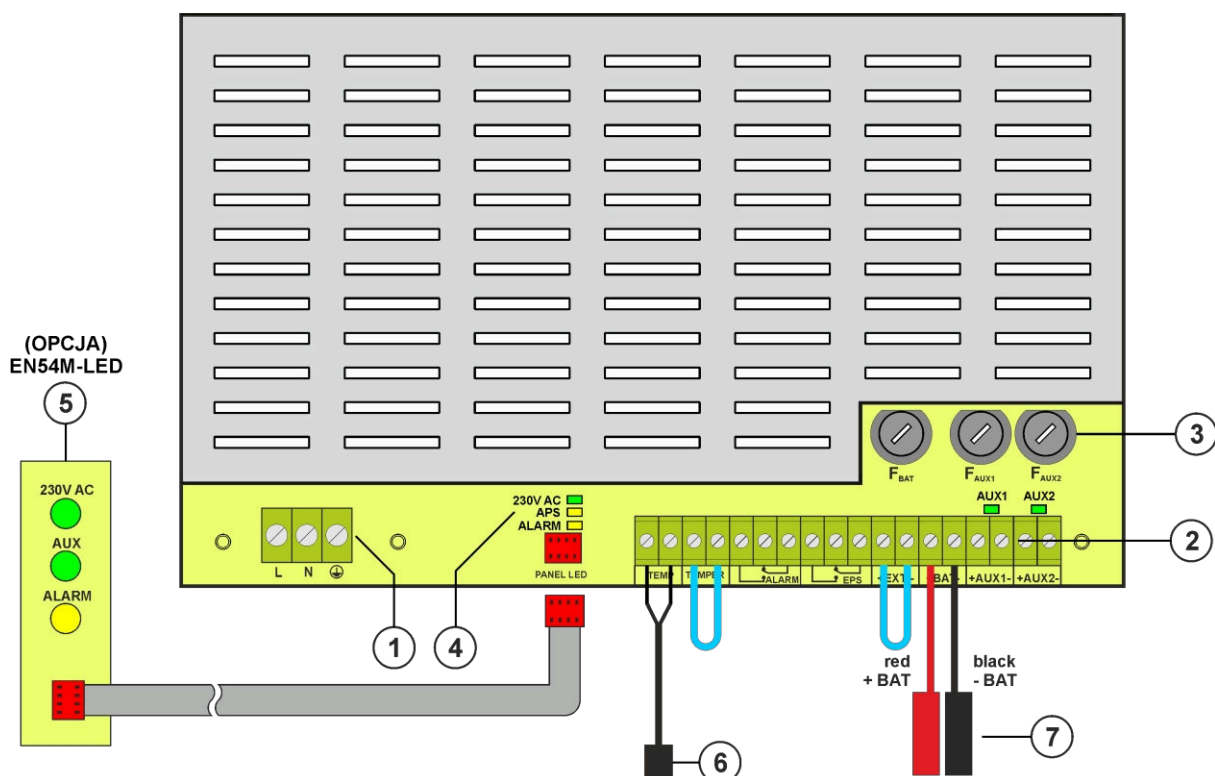

Fig. 2. Vista del módulo de fuente de alimentación.
Tabla 1. Elementos del módulo PSU (Fig. 2).
①	Conector de alimentación de 230 V con un terminal para la conexión de un conductor de protección
②	<p>Bornes:</p> <p>TEMP - entrada del sensor de temperatura de la batería</p> <p>TAMPER - entrada del microinterruptor tamper</p> <p>Entrada cerrada = ninguna indicación Entrada abierta = alarma</p> <p>ALARMA - salida técnica de fallo colectivo de la fuente de alimentación - tipo relé</p> <p>EPS - salida técnica de indicación de fallo de alimentación CA</p> <p>abierto = Fallo de alimentación CA cerrado = Alimentación CA - O.K.</p> <p>EXTi - entrada de fallo externo</p> <p>Entrada cerrada = sin indicación Entrada abierta = alarma</p> <p>+BAT- - terminales para conectar la batería</p> <p>+AUX1- - Salida de alimentación AUX1 (- AUX=GND)</p> <p>+AUX2- - Salida de alimentación AUX2 (- AUX=GND)</p> <p>ATENCIÓN En la Fig.2 el conjunto de contactos muestra un estado sin potencial del relé, que corresponde a un fallo de alimentación.</p>
③	<p>Fusibles:</p> <p>F_{BAT} - fusible del circuito de la batería,</p> <p>F_{AUX1} - fusible en el circuito de salida</p> <p>AUX1, F_{AUX2} - en el circuito de salida</p> <p>AUX2,</p> <p>Los valores de los fusibles figuran en la tabla 4 - "Parámetros eléctricos".</p>
④	<p>LEDs - indicación óptica:</p> <p>230 V AC - tensión en el circuito de 230 V AC</p> <p>APS - fallo de batería</p> <p>ALARMA - fallo colectivo</p> <p>AUX1 - Tensión de salida AUX1 (en el conector AUX1)</p> <p>AUX2 - Tensión de salida AUX2 (en el conector AUX2)</p>
⑤	PANEL LED - el panel de indicación óptica externa EN54M-LED
⑥	Sensor de temperatura de la batería
⑦	Conectores de la batería; positivo: +BAT= rojo, negativo: - BAT= negro